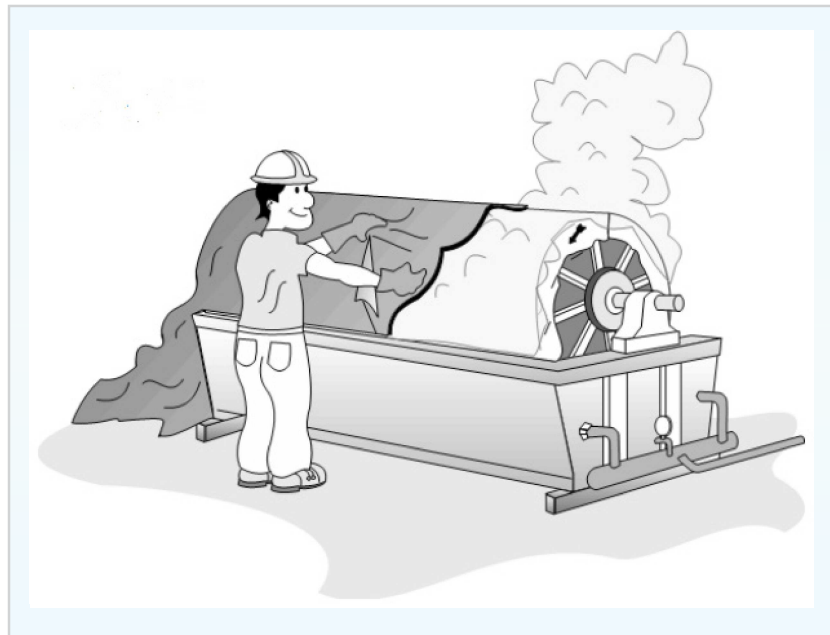

Figura 1: Método de agua caliente.
- **Método da agua caliente:** el proceso de encogimiento se hace a través de la inmersión de la tela en un tanque de agua calentada por vapor. Caso sea necesario, se puede cerrar la parte superior del tanque o cubrir el filtro evitando la pérdida de calor y, consecuentemente, la caída de la temperatura, según muestra la figura 1.